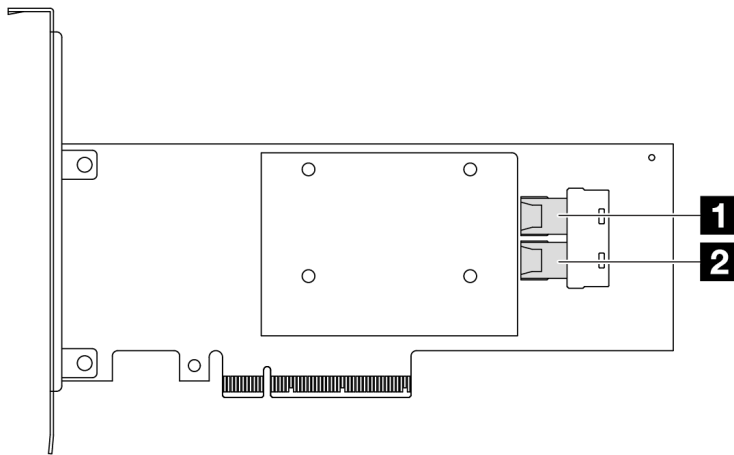

Рис. 296. Адаптер RAID/HBA 8i Gen 3 SFF (два разъема порта)
- Рис. 296 «Адаптер HBA 8i Gen 3 SFF (два разъема порта)» на странице 309